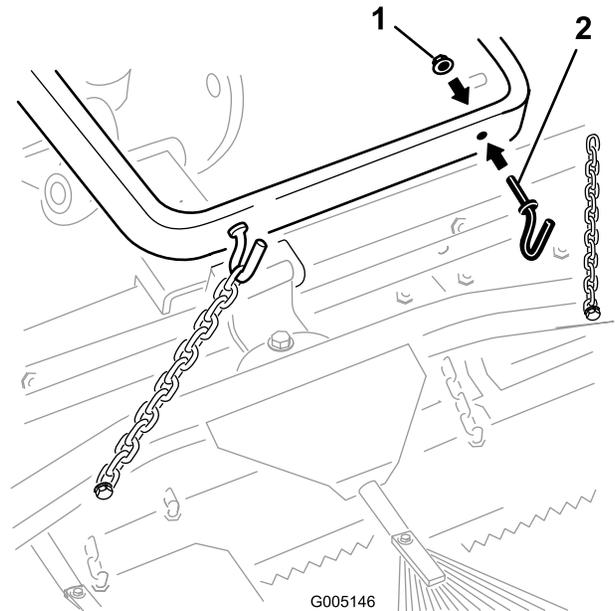

Bild 5
- A. Montieren Sie zwei Haken mit zwei Muttern (3/8") hinten am Hubarm (Bild 5). Befestigen Sie die Ketten mit der gewünschten Länge an den Haken.